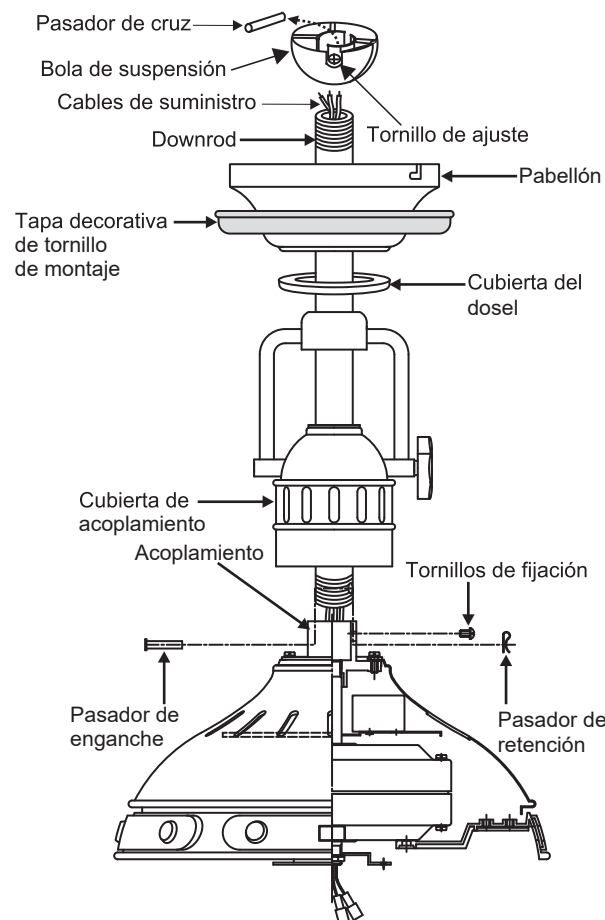

Fig. 7
Paso 1. Retire la bola de suspensión del conjunto de la varilla aflojando aflojando el tornillo de fijación, retirando el pasador transversal y deslizando la bola fuera de la varilla. (Fig. 7)
Paso 2. Afloje los dos tornillos de fijación y retire el pasador de enganche y el clip de retención del acoplamiento en la parte superior del conjunto del motor. (Fig. 7)
Paso 3. Alimente cuidadosamente los cables conductores eléctricos desde el ventilador a través de la varilla. Enrosque la varilla en el acoplamiento hasta que los orificios del pasador de enganche estén alineados. Luego, reemplace el pasador de enganche y el clip de retención. Apriete ambos tornillos de fijación. (Fig. 7)
Paso 4. Deslice la cubierta del acoplamiento, la cubierta de la cubierta, la cubierta del tornillo de montaje decorativo y la cubierta sobre la varilla. Enrosque la bola de suspensión en la varilla, inserte el pasador transversal a través de la varilla y apriete. Ahora apriete el tornillo de fijación. (Fig. 7)